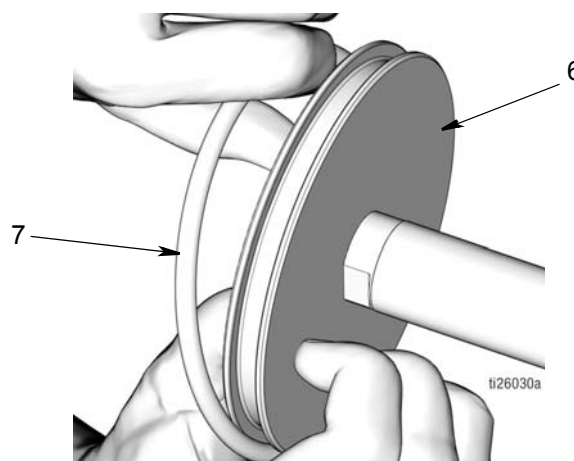

FIG. 50
- Appliquer une mince couche de graisse sur le joint torique (7). Poser le joint torique (7) sur le piston (6) comme indiqué à la FIG. 50.